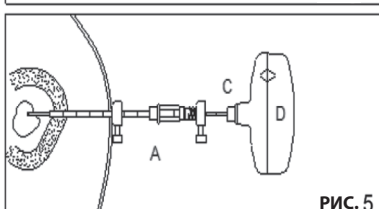

РИС. 5
РИС. 5 Вставьте собранную иглу для биопсии и ручку (C+D) через режущую канюлю (A). Аккуратно поворачивайте иглу для биопсии и ручку (C+D) по часовой стрелке до достижения желаемой глубины биопсии (или пока глубиномер на игле для биопсии (C) не достигнет наконечника Люэра канюли (A)). Затем поверните иглу для биопсии и ручку (C+D) против часовой стрелки и удалите ее. Извлеките ручку для биопсии (D) из иглы для биопсии (C); введите толкающий стержень (E) через иглу для биопсии (C) с люэровского конца и извлеките образец.